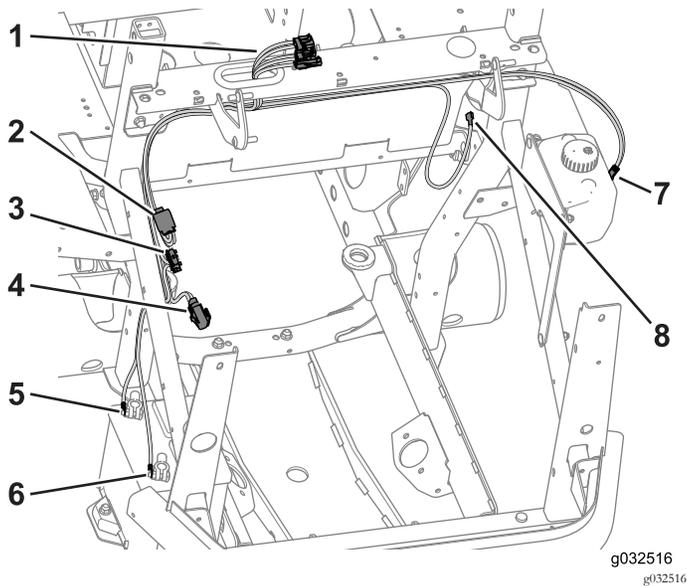

図 38
1. キャブ用コネクタ 3 個をハトメに通す 図 38。
2. フレームサポートに沿って補助電源ワイヤを配設し、さらに ROPS チューブに沿って下へ、オペレータコントロールの方へ導く 図 38。
3. フレームサポートに沿ってウォッシャー用ワイヤを配設し、さらに ROPS チューブに沿って下へ、ウォッシャー液ボトルへ導く 図 38。